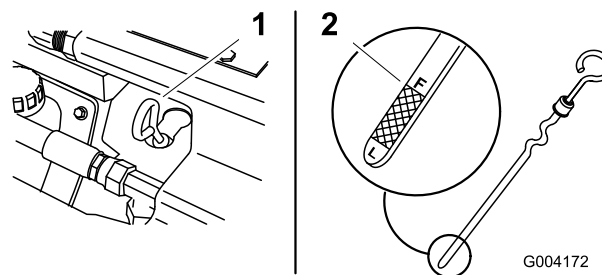

Figura 13
4. Pulire attorno all'asta di livello (Figura 13).
5. Estrarre l'asta di livello dell'olio e pulire l'estremità metallica (Figura 13).
6. Infilare fino in fondo l'asta di livello nel relativo tubo (Figura 13).